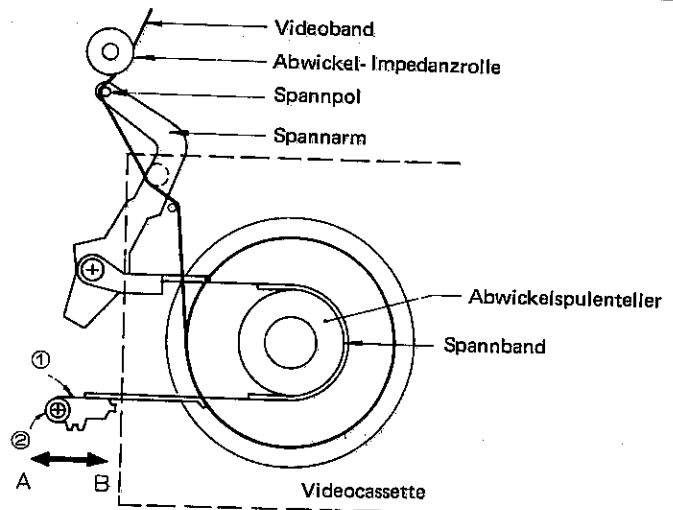

Abb. 20
1. Wenn der Abstand zwischen Spannpol und Abwickel-Impedanzrolle, gemessen an deren Mittelpunkten, geringer als 0,5 mm ist, den Spannband-Einstellwinkel ① in B-Richtung bewegen und dann die Schraube ② anziehen (Siehe Abb. 20).
2. Wenn der Abstand zwischen Spannpol und Abwickel-Impedanzrolle, gemessen an deren Mittelpunkten, größer als 1,0 mm ist, den Spannband-Einstellwinkel ① in A Richtung bewegen und dann die Schraube ② anziehen (Siehe Abb. 20).